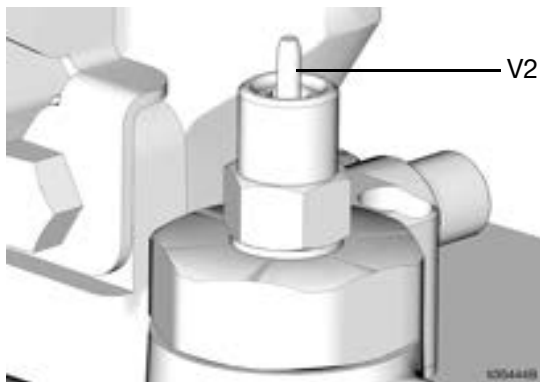

图 16
- 加注料桶 (K) 前, 检查通气口 (J) 通风是否工作良好。
- 加注料桶 (K) 时请勿超过溢流端口 (H)。
- 请勿将通气口 (J) 用作加注料桶的端口。
5. 启动远程加注站泵 (AA)。
6. 料桶 (K) 装满后:
- 远程加注站泵 (AA) 憋停 (死点),
- 自动加注截止销钉 (v2) 弹出, 如图 16,